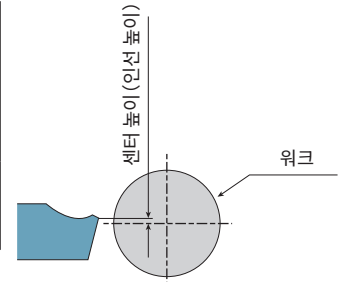

Fig. 3 (PKM, PKM-β/L, TKN, TKβ/L)
1. PKM, PKM-β/L, TKN, TKβ/L의 인선 높이는 0.1~0.2mm정도 센터 올림으로 설정하십시오.(Fig. 3)